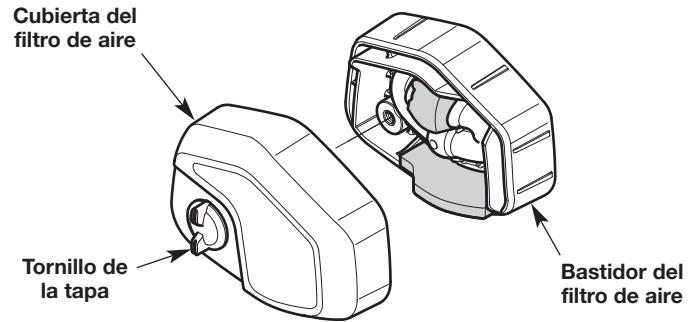
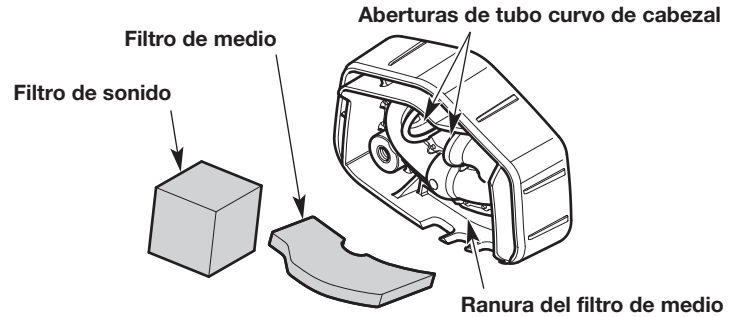

Fig. 31
Fig. 32
1. Gire el tornillo de la tapa en sentido contrario a las agujas del reloj para aflojar la tapa del filtro de aire (Fig. 31).
2. Deslice la tapa del filtro de aire para sacarla del alojamiento de dicho filtro (Fig. 31).
3. Retire el filtro de sonido y el filtro de medio del alojamiento del filtro de aire (Fig. 32).
6. Apriete el filtro de sonido e inserte el mismo en el espacio entre las dos aberturas del tubo curvo del cabezal (Fig. 32). Asegúrese de que el filtro de sonido esté totalmente presionado hacia adentro para que cubra completamente las dos aberturas (Fig. 31).
7. Inserte el filtro de medio en la ranura del filtro de medio (Fig. 32). Asegúrese de que el filtro de medio quede plano contra el fondo del alojamiento del filtro de aire (Fig. 31).